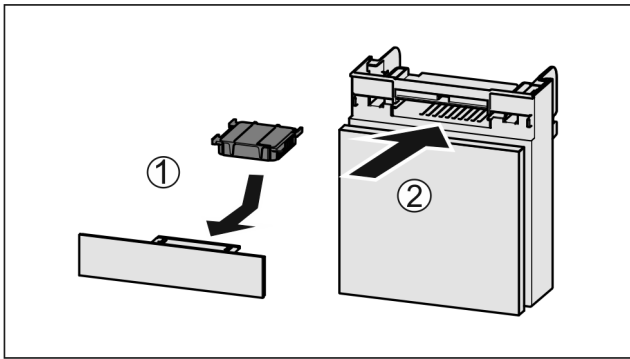

Fig. 173
- ▶ Actiefkoolfilter overeenkomstig afbeelding aanbrengen Fig. 173 (1).
- ▶ Lade erin schuiven Fig. 173 (2).